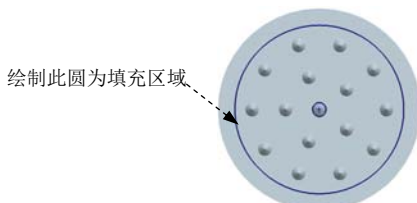

图 8.11.3 绘制填充区域
(2) 进入草绘环境后, 绘制图 8.11.3 所示的草绘图作为填充区域。